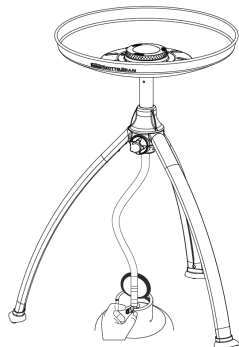

Fig. 8a
- Stel de vlamgrootte af op de gewenste stand door de regelknop (K) rechtsom te draaien om de vlam kleiner te maken en linksom om deze groter te maken (Zie fig.8a & b).
- Na gebruik, eerst de gaskraan op de gasfles dichtdraaien (indien van toepassing). Wanneer de vlam gedoofd is, de regelknop (K) op het toestel dichtdraaien door de regelknop volledig rechtsom draaien. Aansteken met een lucifer of een barbecue aansteker (Zie fig. 8a en 8b).